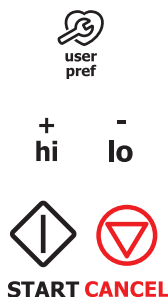

Figure 9: Affichage avec horloge activée (L) ou désactivée (R)
1. Appuyez sur **user pref** (préf utilisateur) jusqu'à ce que le mode d'affichage de l'horloge s'affiche (Voir Figure 9).
2. Utilisez **hi +** ou **lo -** de chaque côté du zéro (0) sur le pavé numérique pour passer à l'option **CLO off**.